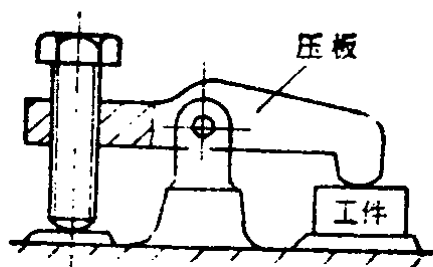
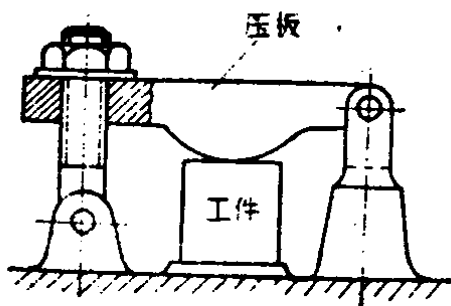

图 1-31
图 1-32
12. 图 1-31 和图 1-32 所示为两个夹紧装置, 当拧紧图 1-31 中的螺钉和图 1-32 中的螺母时, 压板便压紧工件, 试画出压板的受力图。设压板与工件为光滑接触。